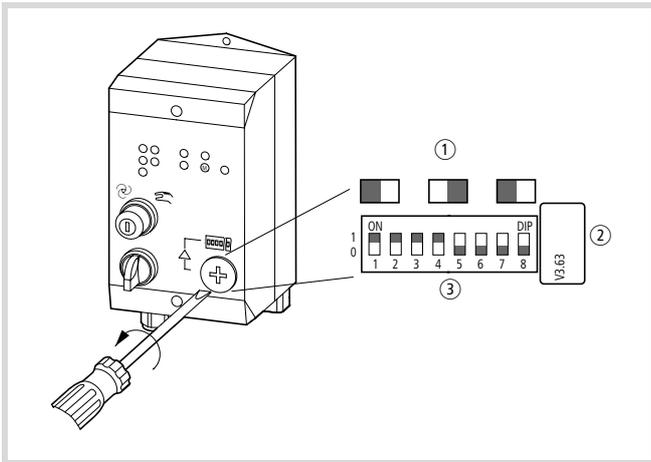

Abbildung 64: DIP-Schalter/Jumper ab Version 2.1
Nach Aktivierung des zugeordneten Jumpers bzw. DIP-Schalters (➔ Abbildung 64, 65) wird die Stromuntergrenze in allen drei Phasen überwacht. Damit werden Schiefelast und Phasenausfall erkannt. Sinkt der Strom in mindestens einer Phase unter 35 Prozent des eingestellten Wertes (➔ Tabelle 4 auf Seite 62), wird eine Sammelfehlermeldung generiert und das Schütz abgeschaltet. Stromwerte größer 40 Prozent von I_n lösen die Überwachung der Stromuntergrenze nicht aus. Nach einem „Reset“-Befehl kann der RA-MO sowohl im Hand- als auch im Automatikbetrieb angesteuert werden.
Um den Diagnosestatus auslesen zu können (linker Jumper in Position rechts, ➔ Abbildung 64 bzw. DIP-Pol 10 = 1 ab Version 2.2), muss die SPS mit WRITE P die Parameter-Bitkombination „111“ senden. Als Antwort sendet der Motorstarter den Diagnosestatus (➔ Tabelle 2). Liegt keine Diagnose vor, sendet der Motorstarter die Parameter-Bitkombination „111“.
- 2) Die Informationsziffer finden Sie bei den Jumpers, → Abbildung 64
➔ Für diese Einstellung muss sich der rechts angeordnete Jumper in der „linken Position“ befinden (➔ Abb. 64).